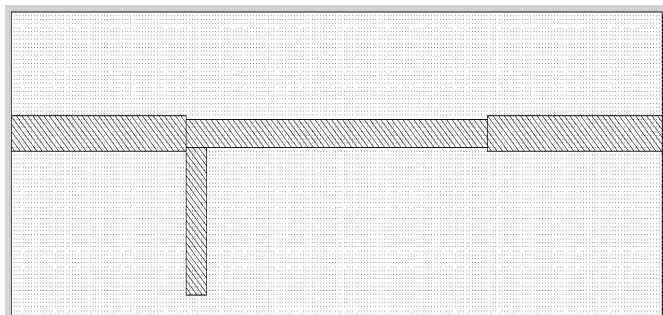

Рис. 1.40
- Щёлкните по значку **Polygon Conductor** на панели инструментов. Поместите курсор на левый нижний угол второго проводника и щёлкните левой кнопкой мышки. Переместите курсор вправо на **dx: 0.35** и щёлкните мышкой. Переместите курсор вниз на **dy: 1.85** и щёлкните мышкой. Переместите курсор влево на **dx: -0.35** и дважды щёлкните мышкой. Полученная топология с первым шлейфом показана на рис. 1.40.